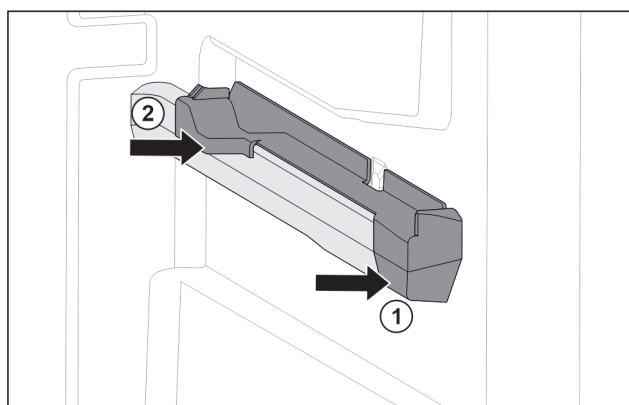

Fig. 131 Aufsteckteil auf der rechten Behälterrippe
- Aufsteckteil vorne an Behälterrippe ansetzen. Fig. 131 (1)
- Aufsteckteil hinten andrücken. Fig. 131 (2)